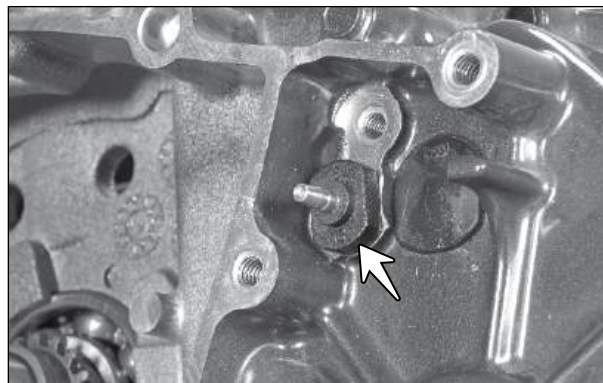

Fig. 3.124
- Remova cuidadosamente o interruptor de neutro do conjunto da carcaça do motor. (Fig. 3.124)